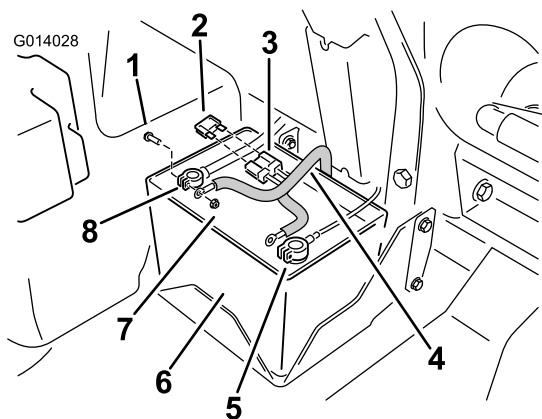

Figure 17
4. Attachez la borne en anneau positive rouge du faisceau électrique à la fixation du câble rouge de la batterie (Figure 17).
5. Connectez la borne en anneau négative noire au câble négatif de la batterie (Figure 17).
8. Au niveau de la batterie, placez le fusible dans le connecteur ouvert du faisceau de câblage (Figure 17).